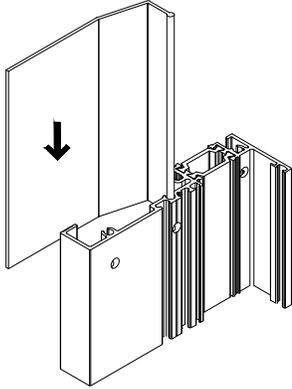

FIG. 1
- Glisser préalablement les ancrages dans le cadre et assembler celui-ci en suivant les instructions d'ASSEMBLAGE DU CADRE. **Voir FIG 1. et FIG. 3.**